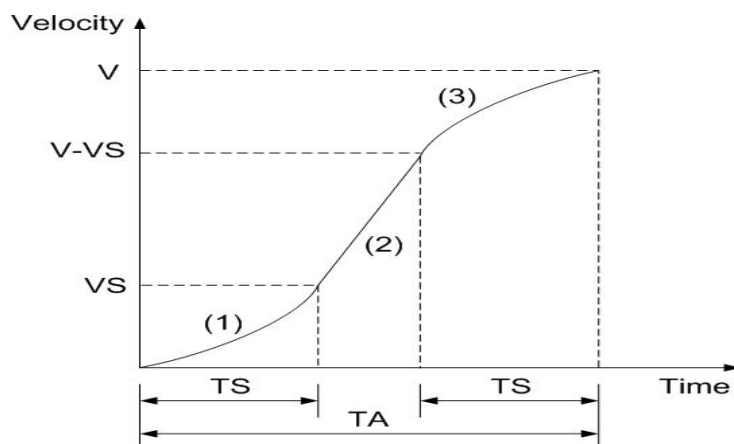

Fig.0-19 局部的 S-曲線加減速
局部的 S-曲線由三個部份組成((1), (2), (3) in Fig. 0-19): 一個直線和兩個 S-曲線，曲線(1)和(3)部份是 S-曲線加速，(2)是直線加速是直線加速部份，整個運動的時間定義為 TA，而直線加速的時間是 TA - (2 × TS)。